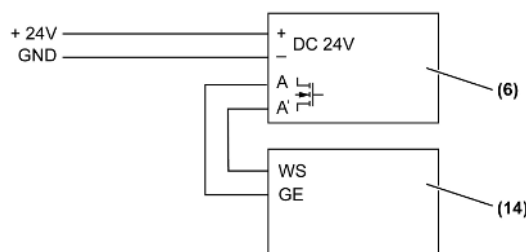

Bild 12: Anschluss an KNX Taster Universal
| (Bild 12) | (14) KNX Taster Universal, Art. Nr.: ..109.1ST |